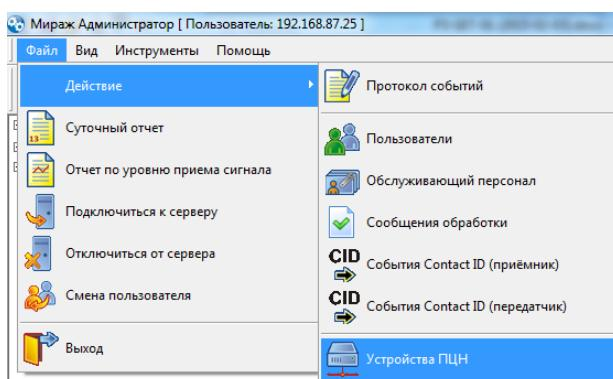

Рис. 7.5. Открытие окна *Устройства ПЦН* через меню
1. В основном окне программы *Администратор* нажмите кнопку  на панели инструментов **или** в меню **Файл** —> **Действие** выберите **Устройства ПЦН** (рис. 7.5).